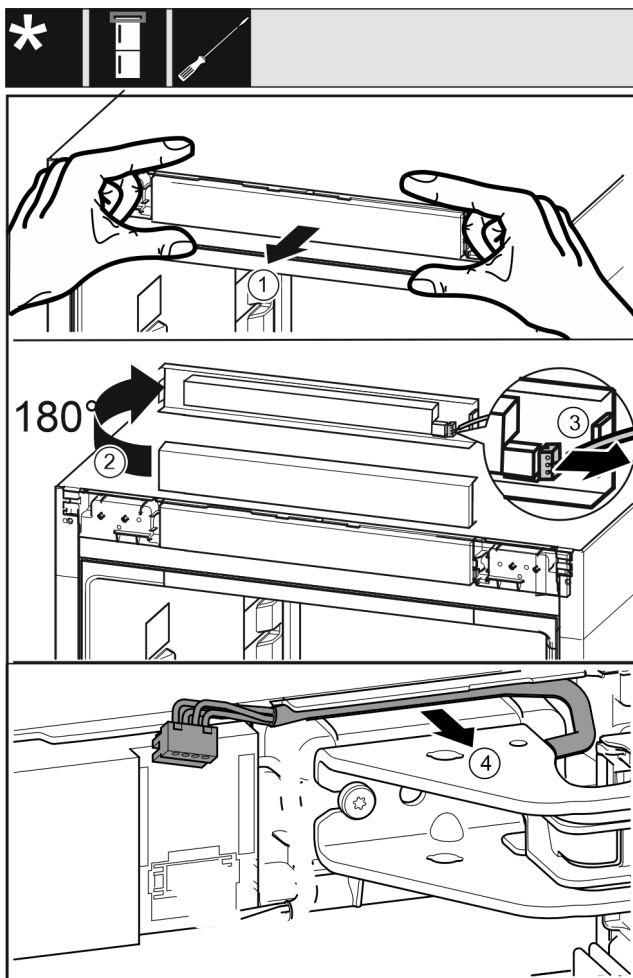

Fig. 18
- ▶ Oprezno otpustite masku za rukovanje Fig. 18 (1) prema naprijed.
- ▶ Okrenite masku za rukovanje Fig. 18 (2) prema gore za 180°.
- ▶ Pritisnite jezičac Fig. 18 (3) prema natrag i oprežno izvucite utikač.
- ▶ Oprezno otpustite kabel Fig. 18 (4) iznad podloška ležaja iz vodilice.